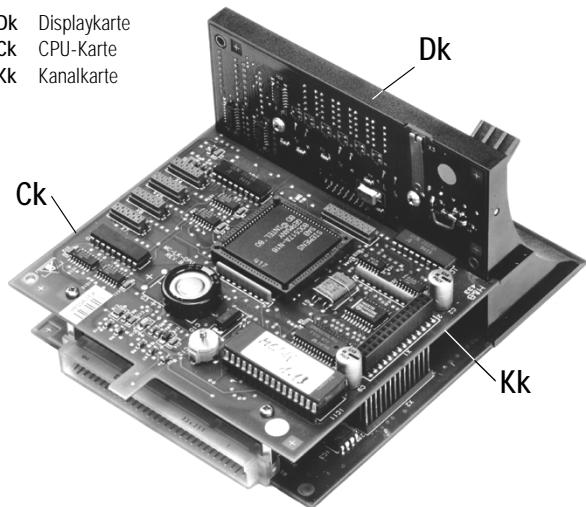

Bild 14 Elektronikeinheit ausgebaut (Ansicht von hinten)
4. Elektronikeinheit ausbauen (siehe Bild 14).